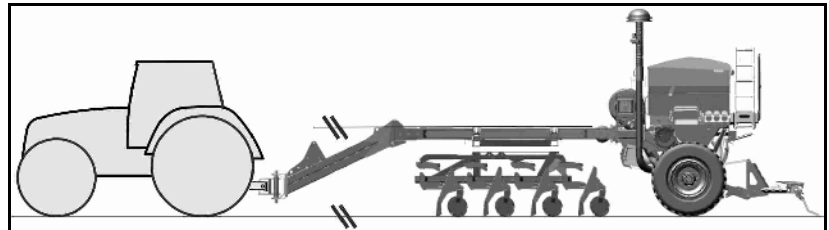

Рис. 106
3. Закрийте штригель типу «Ехакт» транспортними захисними накладками (Рис. 106/3).
6. Закрити запірні крани (Рис. 106/1, 2).